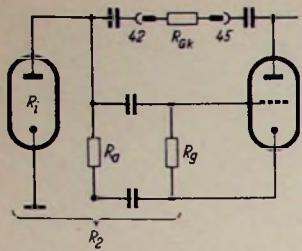

Bild 18. Spannungsgegenkopplung der Endstufe (vereinfacht)
4. Widerstände von 1,2 und 5 MΩ zwischen 42 und 45 einschalten. Es entsteht nach Bild 18 eine Spannungsgegenkopplung in der Endstufe. Die beiden 10 000-pF-Schutzkondensatoren sind gegenüber RGK zu vernachlässigen und beeinflussen Rechnung und Messung nicht. Die normale Spannungsverstärkung der Endstufe beträgt: